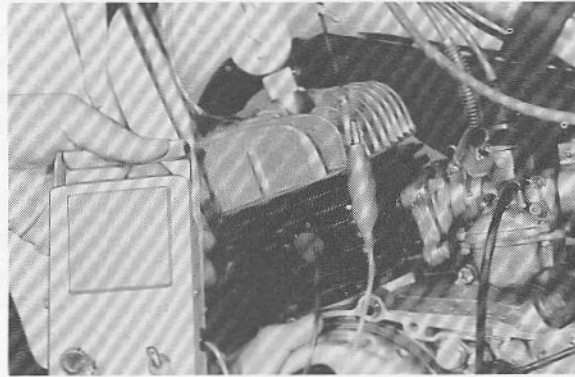

Fig. 2-7-3
5. Connect black lead of Point Checker to unpainted surface of cylinder fin or unpainted crankcase bolt or screw. (Fig. 2-7-3)
8. Slowly turn flywheel counterclockwise until dial gauge reads ignition advance setting listed in Specifications Table. At this time, the point checker needle should swing from "CLOSED" to "OPEN" position, indicating the contact breaker (ignition points) have just begun to open. (Fig. 2-7-3)
5. Connecter le conducteur noir du contrôleur de point à la surface non peinte de l'ailette du bloc cylindre ou du boulon non peint du carter ou une vis. (Fig. 2-7-3)
8. Tourner lentement le volant magnétique dans le sens contraire des aiguilles d'une montre jusqu'à ce que le comparateur indique le réglage d'avance d'allumage précisé dans le tableau des caractéristiques. A ce moment, l'aiguille du contrôleur de point doit dévier de la position "CLOSED" (fermé) à "OPEN" (ouvert), indiquant que le rupteur de contact (points d'allumage) vient juste d'ouvrir. (Fig. 2-7-3)